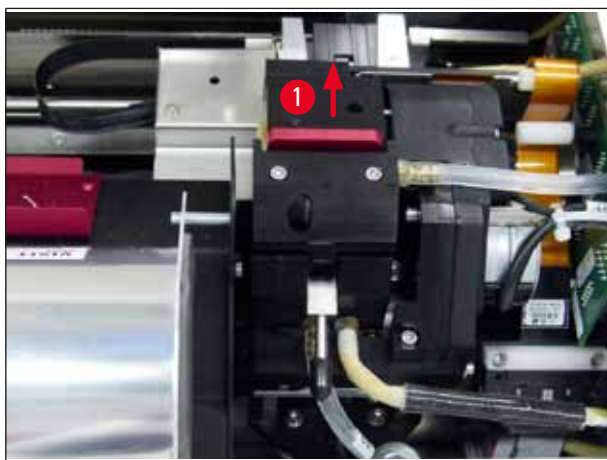

Fig. 52
2. La testina di stampa (→ "Fig. 52-1") si sposta verso l'alto a ca. 1 cm dalla guarnizione a labbro (→ "Fig. 52").